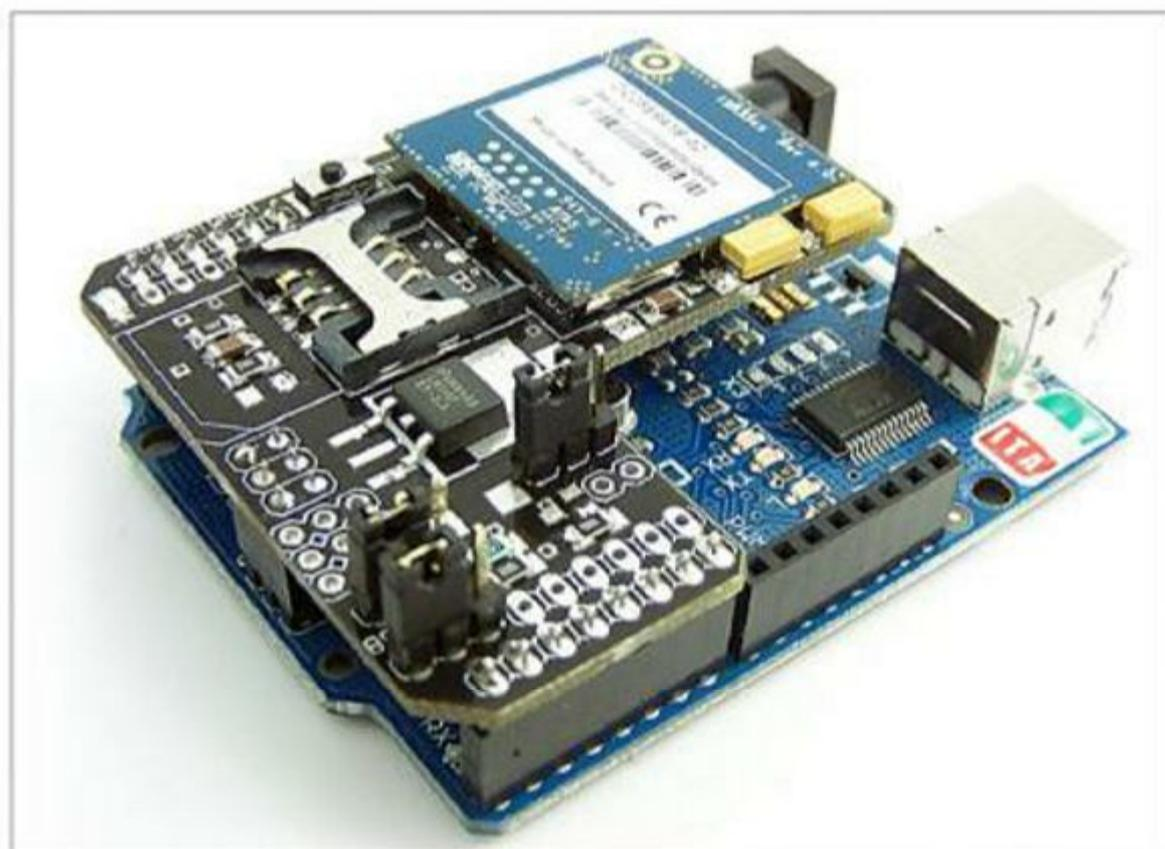

Рис. 3.7. GSM/GPRS Shield
- **GSM/GPRS Shield** (рис. 3.7) — позволяет отправлять SMS-сообщения, делать звонки, обмениваться данными по GPRS;